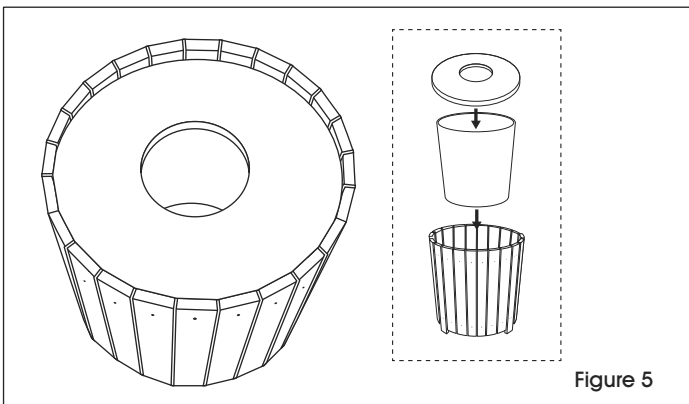

Figure 5
8. Placez le contenant rigide dans la poubelle et déposez le couvercle en plastique sur le dessus. (Voir Figure 5)